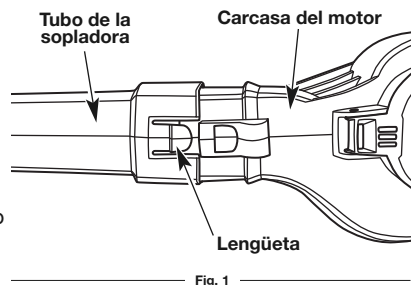

Fig. 1
1. Introduzca el extremo más ancho del tubo de soplado en la abertura delantera de la carcasa del motor hasta que la lengüeta del tubo de soplado entre en la abertura de la carcasa del motor y encaje en su lugar (Fig. 1).